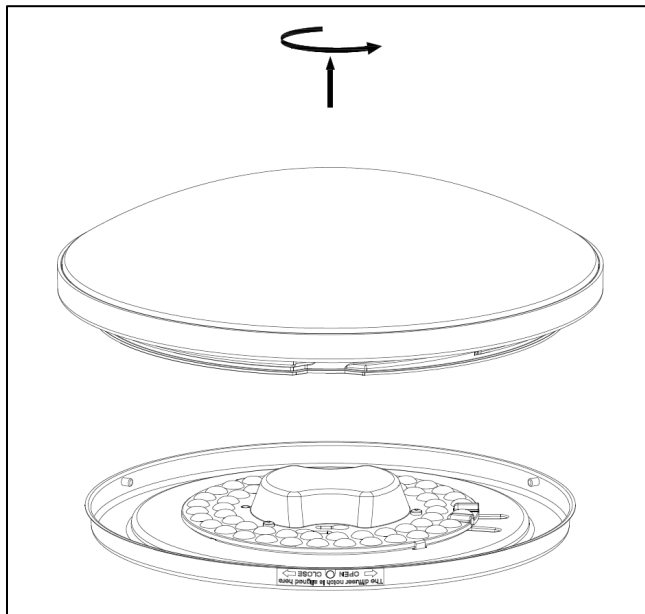

Figure 4
5. Retirer le diffuseur (4) en le faisant tourner vers le sens OUVERT à partir du boîtier (2). (Voir la figure 4)
1. Retirer le diffuseur (4) en le faisant tourner vers le sens OUVERT du boîtier (2). (Voir la figure 4)